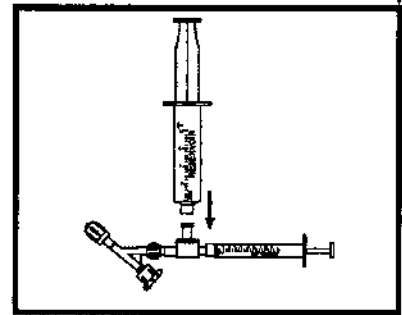

Figura 3
4. La jeringa de 1ml se conecta previamente en el puerto de infusión. La jeringa reservorio de 20 ml se rellena con salina heparinizada y se conecta a la salida lateral de la válvula (figura 3)